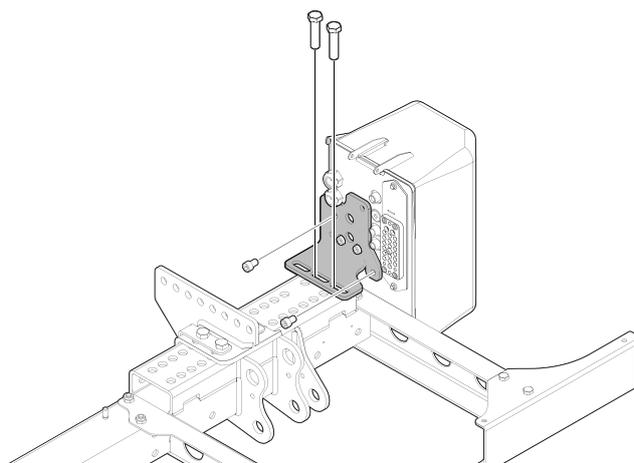
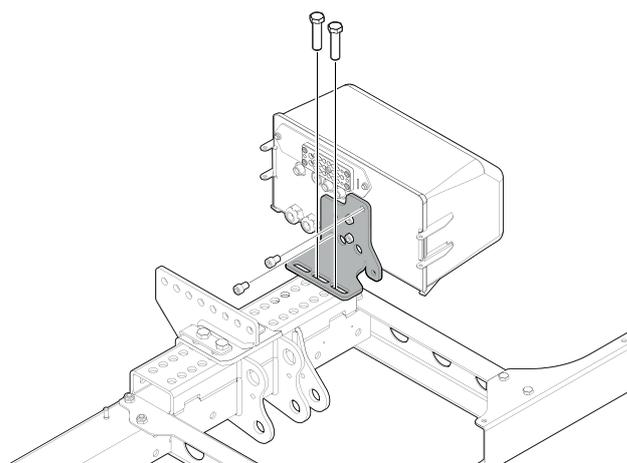

Abbildung 18. Vertikale Montage des Hydraulikaggregats
Abbildung 19. Horizontale Montage des Hydraulikaggregats
2. Hydraulikaggregat am Hubträger montieren. Die Montage kann vertikal oder horizontal erfolgen, siehe Abbildung 18 – Abbildung 19.